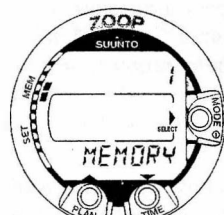

Рис. 4.2 Режим памяти. [1 MEMORY].
2. Вы можете теперь выбирать нужный Вам основной режим меню с помощью кнопок прокрутки (**PLAN** и **TIME**). Название режима меню и его номер при этом будут отображаться на дисплее. На дисплее будет отображаться название и номер соответствующего режима (рис. 4.2 – 4.3).